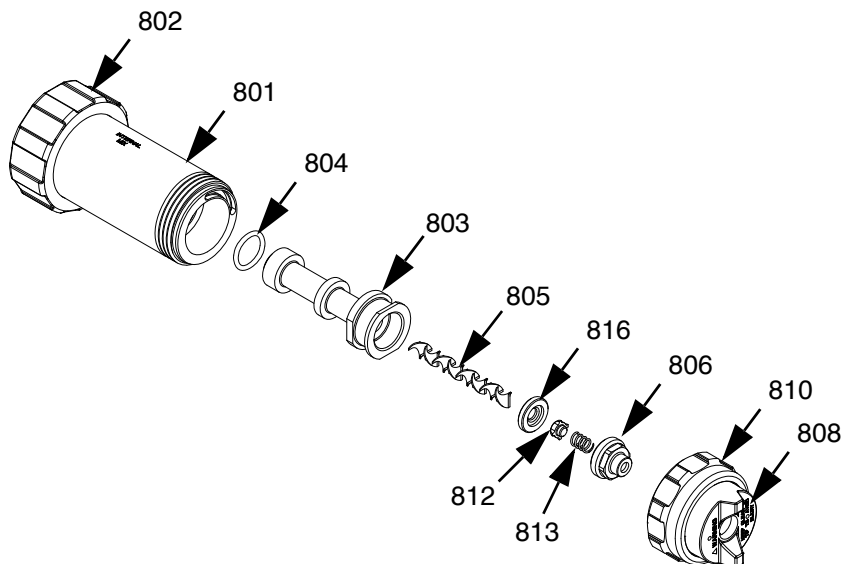

Рис. 19
2. Снимите стопорное кольцо (810) и блок крышки пневмоцилиндра (808) с головки (801).
3. Извлеките блок диффузора (803).
4. Двумя гаечными ключами отвинтите шляпки на диффузоре и крышке (806), затем снимите крышку. Пружина (813) и обратный клапан (812) выпадут после снятия крышки.
5. Небольшим шестигранным ключом выдавите элемент смешения (805) и седло обратного клапана (816) из небольшого отверстия на задней стороне диффузора.
6. Установите новый элемент смешения в диффузор (803).
7. Установите седло обратного клапана (816) в диффузор. Дополнительные сведения об ориентации седла см. на Рис. 19.